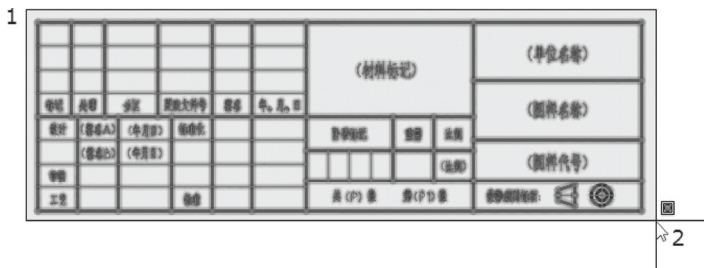

图 6-45 窗口选择
- 9) 在“对象”选项组中选择“转换为块”单选按钮，接着单击“选择对象”按钮，使用“窗口选择”方式指定点 1 和点 2 来选择整个对象，如图 6-45 所示。